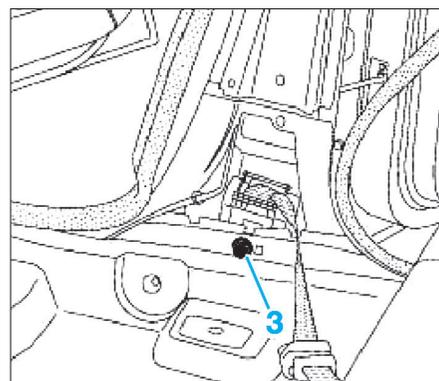

Fig. 15
- la vis (3) de l'enrouleur (Fig.15),